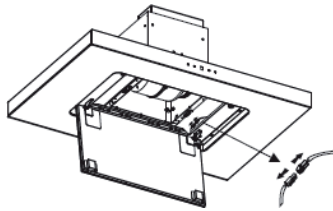

Imagen 2
2. Busque el cable de conexión de la luz, situado en la parte trasera del conector del cable. Tire del cable ligeramente hacia afuera y desconecte la conexión (véase ilustración 2).